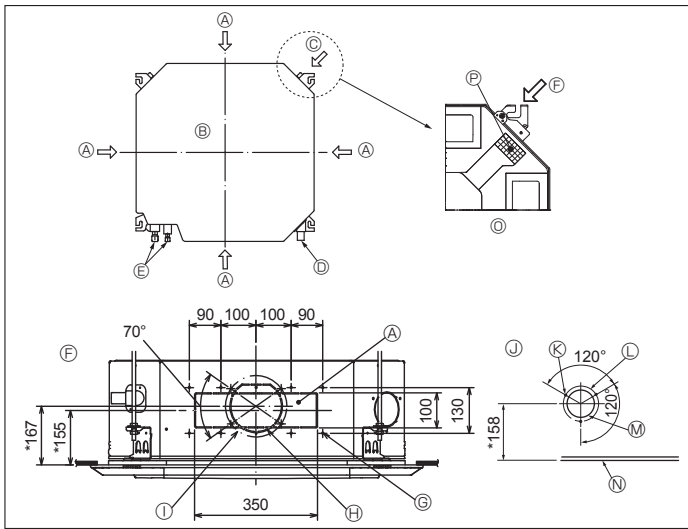

Fig. 3-4
3.4. Öffnung für Strömungskanalabzweigung und Öffnung für Frischluftansaugung (Fig. 3-4)
Zum Zeitpunkt des Einbaus sind bei Bedarf die Kanalöffnungen (Ausschnitte) zu verwenden, die sich an den in Fig. 3-4 gezeigten Stellen befinden.